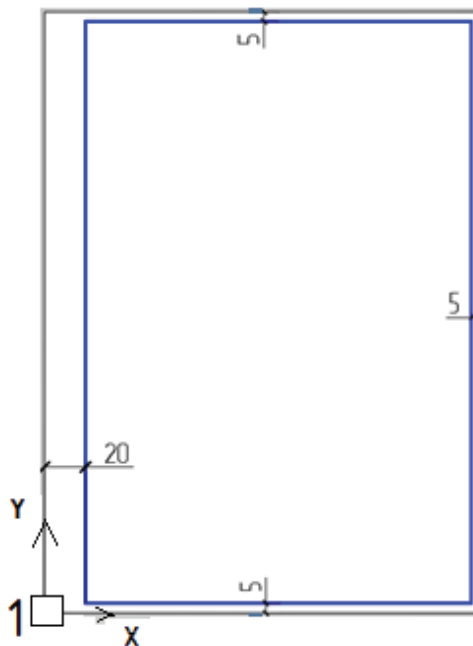

Рис. 2.3.6. Формирование рамки формата и чертежа на формате A4
10. Переместим начало пользовательской системы координат ПСК в левый нижний угол формата листа A4 (рис. 2.3.6) командой **ПСК**. Включите **Объектную привязку**
11. Начертим рамку чертежа на формате A4 командой **Прямоугольник** (рис. 2.3.6). Установите текущим слой **Основная**. Отступ рамки чертежа от рамки формата слева — 20 мм, сверху, справа и снизу — 5 мм, поэтому первая точка рамки чертежа име-